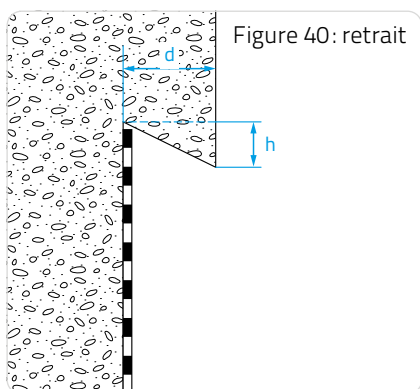

Figure 40: retrait
□ Dispositifs en tête de relevé (Figures 40, 41, 42 et 43).